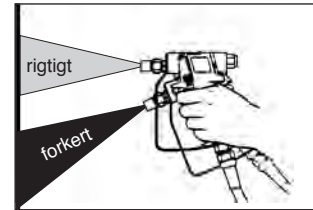

Fig. 37: Sprøjtevinkel
- Hold sprøjtepistolen i ret vinkel (90°) mod den flade der skal coates. Så snart sprøjtepistolen holdes i en anden vinkel, bliver coatingen ujævn og plettet (Fig. 37).